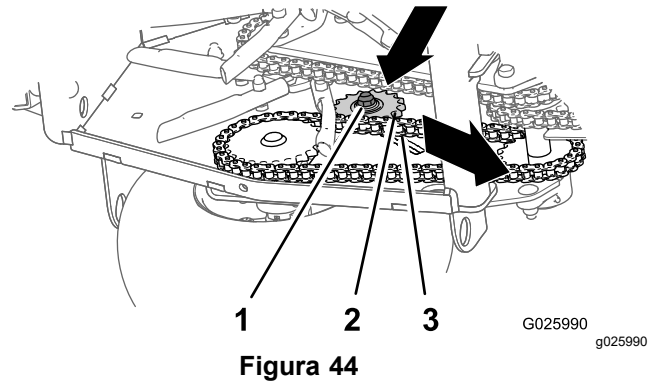

Figura 44
3. Compruebe la tensión de las cadenas de las ruedas motrices (Figura 44).
4. Afloje la contratuerca y el perno de cuello cuadrado que sujetan el piñón del tensor (Figura 44).
- Presione hacia abajo y hacia adelante sobre el piñón para aumentar la tensión de la cadena, según se muestra en la Figura 44.